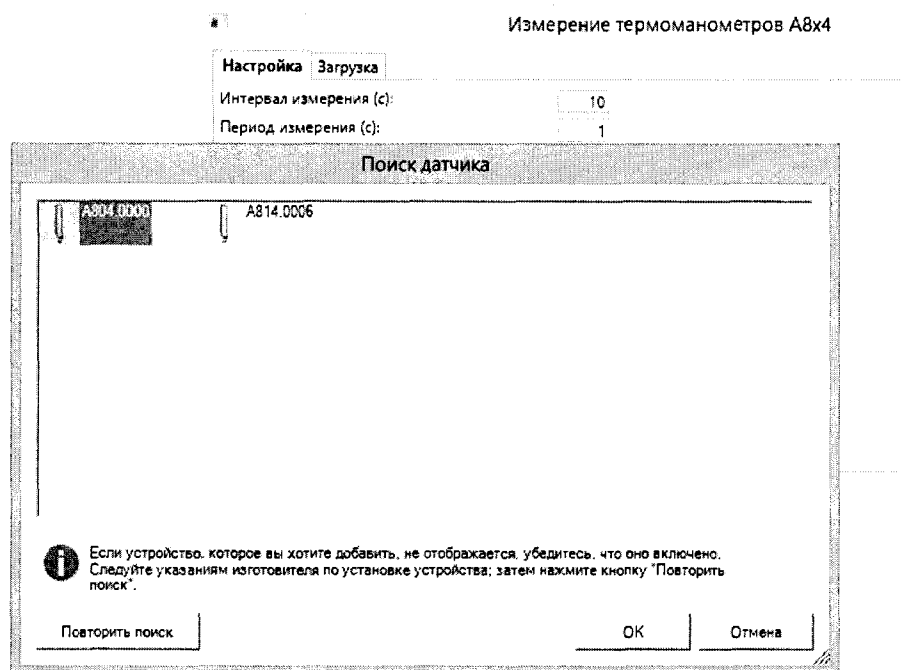

Рисунок 3 – Выбор поверяемого устройства
7.2.6 для запуска измерения необходимо нажать кнопку «Запустить». Откроется окно «Поиск датчика» (Рисунок 3), в котором нужно выбрать поверяемое устройство, кликнув по его имени левой кнопкой мыши и нажав «ОК».